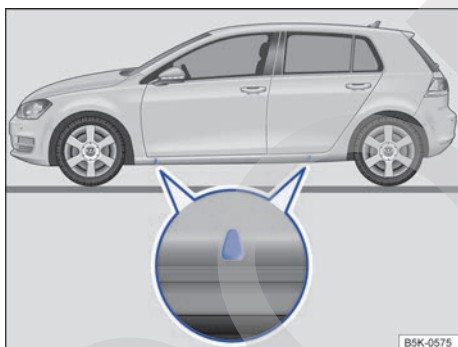

Fig. 227 Puntos de apoyo para el gato.
El gato únicamente se deberá colocar en los puntos de apoyo que se indican (marcas en la carrocería) → fig. 227. El punto de apoyo válido es el que se encuentra junto a la rueda correspondiente →
5. Busque debajo del vehículo el punto de apoyo para el gato → fig. 227 que se encuentre más próximo a la rueda que haya que cambiar.